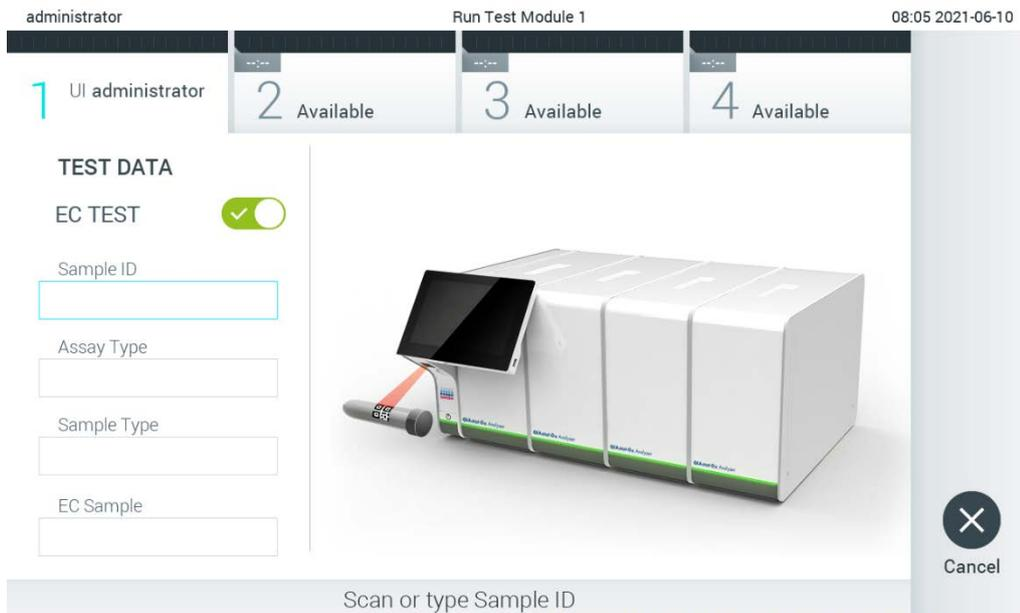

Figura 88. Attivazione del pulsante di commutazione EC Test (Test EC) per abilitare un test EC.
2. Attivare il pulsante di commutazione EC Test (Test EC) (Figura 88).
- Quando richiesto, eseguire la scansione del codice a barre dell'ID campione utilizzando il lettore di codici a barre integrato nel modulo operativo (Figura 88).